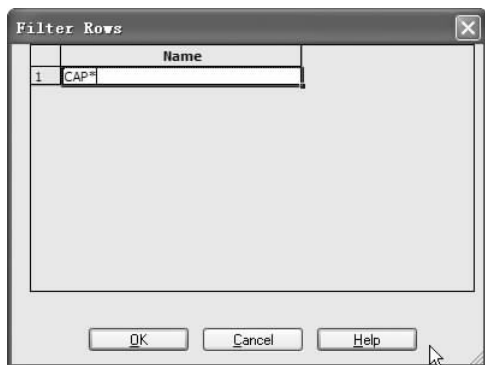

图 2-100 “Filter Rows”对话框
2. 右键单击“Browse Jedec Type”对话框中“Name”列表内的任意一项，在弹出的菜单中选择“Filter Rows”命令，将弹出如图 2-100 所示“Filter Rows”对话框。